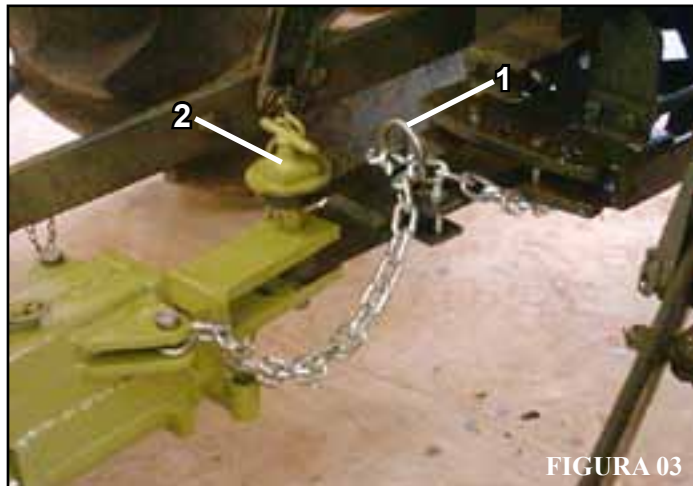

FIGURA 03
1. Para engatar o equipamento ao trator, utilize a barra de tração (rabixo) do trator na posição recolhida, passando o pino no engate articulado da máquina (**FIGURA 03**).